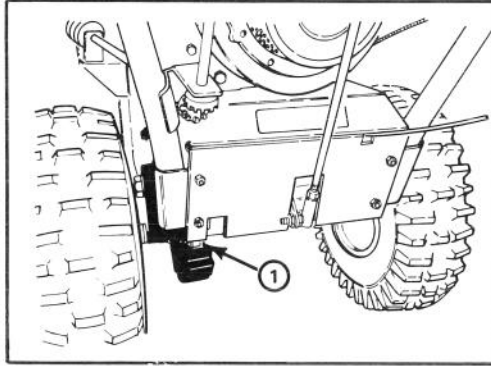

Abbildung 22
1. Die Antriebskette einmal jährlich mit Ketten-schmierstoff schmieren (Abb. 22). Überschüssiges Öl aufwischen.